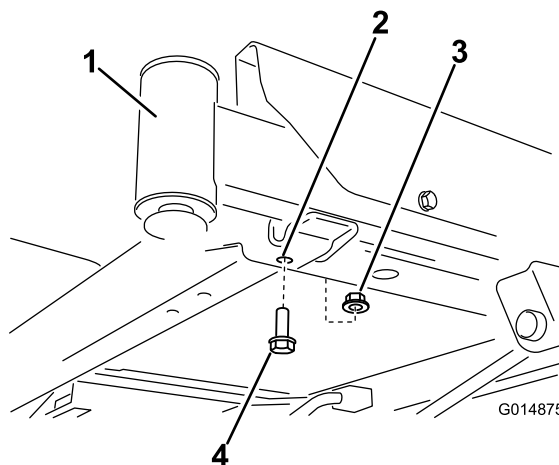
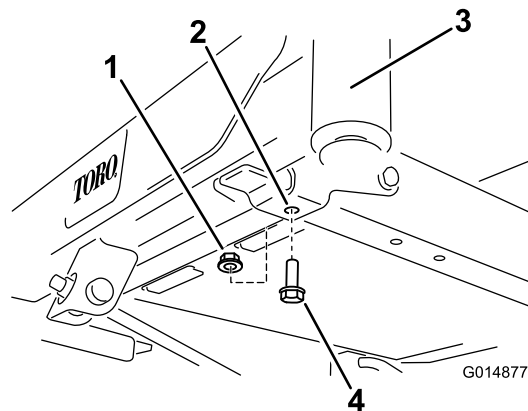

Figura 3
Figura 4
2. Individuate i bulloni anteriori sulla parte inferiore del telaio (Figura 3 e Figura 4). Rimuovete i due bulloni (3/8 x 1 pollice) e i due dadi di bloccaggio (3/8 pollice). Conservate i dadi di bloccaggio.